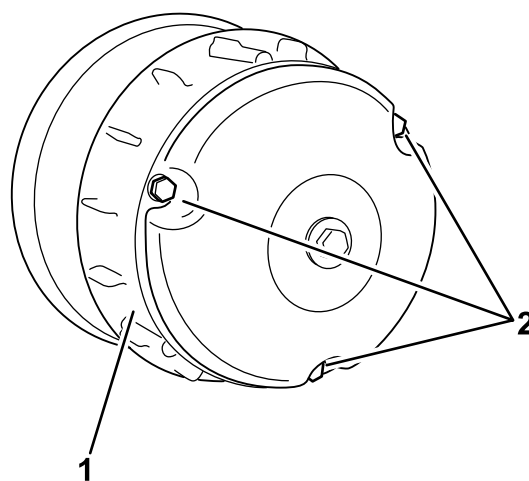

Figure 62
- Posez le couvercle d'embrayage et fixez-le avec les 3 boulons (Figure 62) que vous avez retirés à l'opération 2.
- Retirez les trois boulons qui fixent le couvercle de l'embrayage et déposez le couvercle (Figure 62).